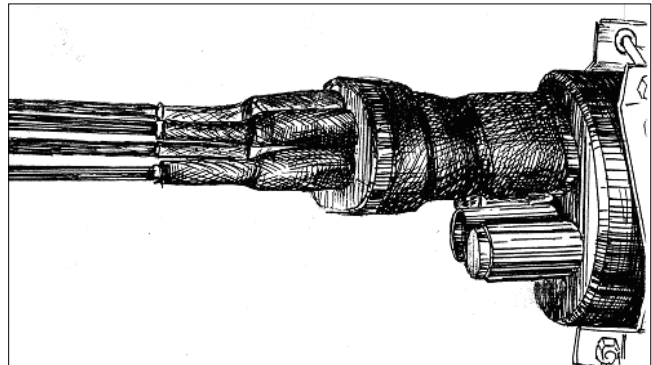

Рис. 3.17. Полная герметизация кабельного ввода
3.8.4. Овальный ввод, корпус и оголовник с патрубками герметизируют отрезком ТУТ 70/26, а стыки патрубков оголовника и оболочек кабелей отрезками ТУТ 25/8 (Рис. 3.17.).